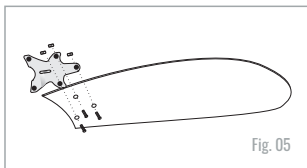

Fig. 05
Fixação da garra na pá: Para pás de madeira - Fixe a garra (15) na pá (18) com os parafusos (19) e porcas (11) conforme fig. 05.
Fixe o conjunto de garra e pá (conforme fig. 05) no motor com parafusos (16) e porcas (11).